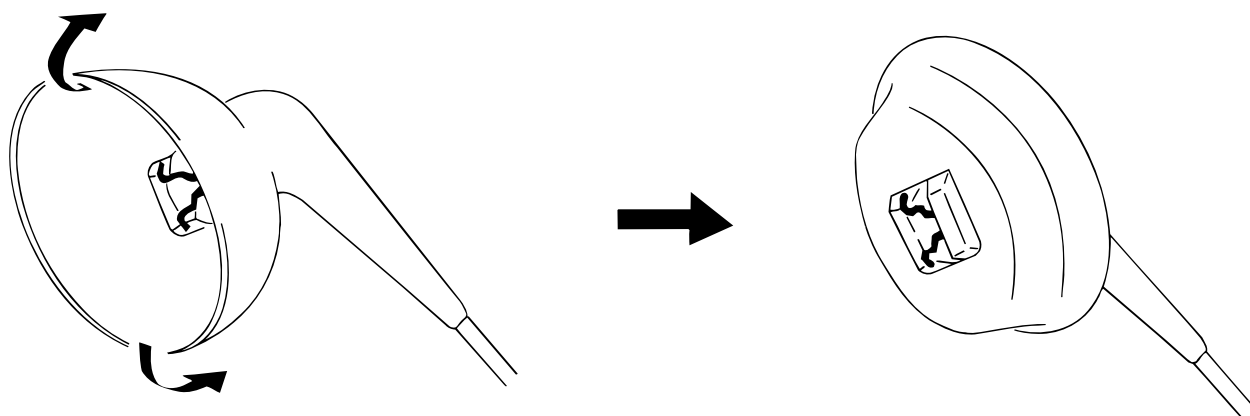

Fig. 3-4
(4) 図の様にアノードキャップのゴムキャップをめくり上げる。(Fig. 3-4参照)